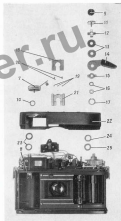

Рис. 3
2.1.4. Выкрутить винтики 7 (рис. 3) обратной стороной винтового ключа часового стрелки, прикладывая шпалу винта 8.